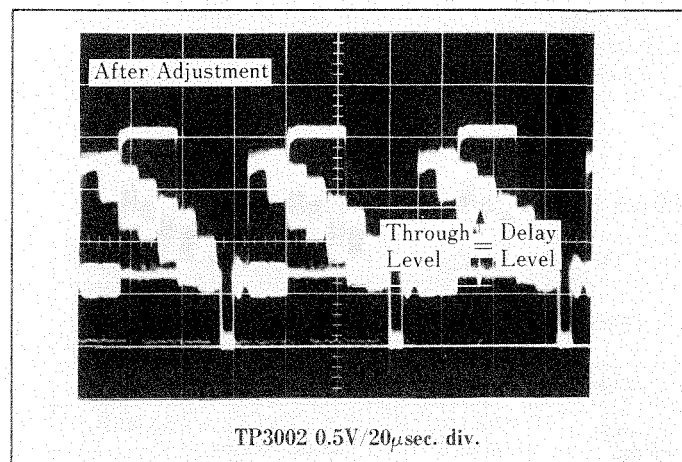

Fig. 28
2. VR8001 einstellen, bis der verzögerte Chroma-Pegel so klein wie möglich wird und Fig. 28 entspricht.